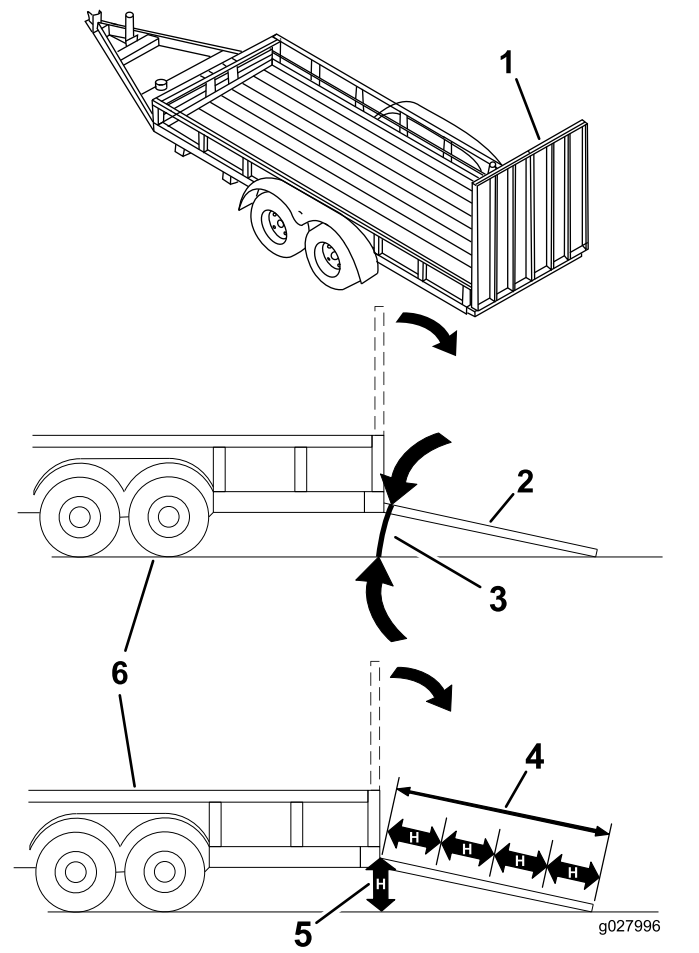

Figure 45
Le chargement de la machine sur une remorque ou un camion augmente le risque de basculement, et donc de blessures graves ou mortelles (**Figure 45**).
3. Abaissez la rampe pour que l'angle avec le sol ne dépasse pas 15 degrés (Figure 45).
1. Abaissez la rampe pour que l'angle avec le sol ne dépasse pas 15 degrés (Figure 45).